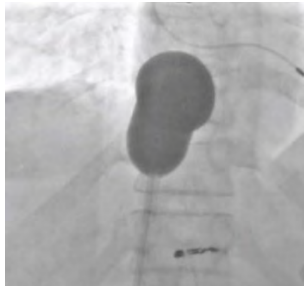

Abbildung 26
- (d) Ziehen Sie bei noch leerem kaudalen Ballon den Isofuse® Katheter langsam zurück, bis sich der schädelwärts gelegene Ballon an der Verbindungsstelle von rechtem Atrium und V. cava inferior befindet. Füllen Sie den schädelwärts gelegenen Ballon nötigenfalls weiter auf, bis die Einbuchtung des Hiatus diaphragmaticus am unteren Rand sichtbar ist (der Ballon sieht nun eichelförmig aus, siehe Abbildung 26). Füllen Sie die Ballons nicht weiter, als für eine adäquate Abdichtung erforderlich ist. Der Isofuse® Katheter darf keinesfalls vorgeschoben oder zurückgezogen werden, wenn beide Ballons gefüllt sind. Tritt beim Bewegen Widerstand auf, muss dessen Ursache ermittelt werden, bevor der Eingriff fortgesetzt wird.